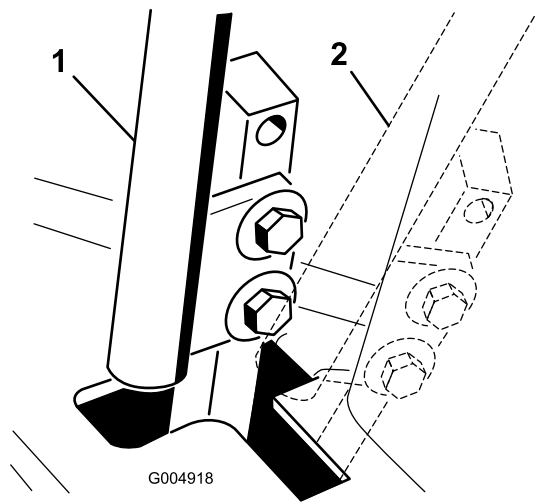

Figure 86
4. Placez le levier de commande au POINT MORT, **sans le verrouiller (Figure 86)**.
6. Vérifiez la position du levier par rapport au cran de la console (Figure 86).